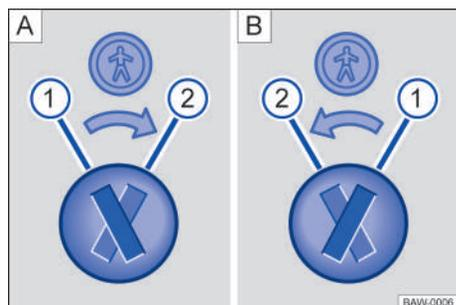

Fig. 43 Cierre de seguridad para niños: [A] puerta trasera izquierda, [B] puerta trasera derecha.
Leyenda para → fig. 43:
- Introducir la varilla de la llave en la ranura del seguro para niños para activarlo o desactivarlo → fig. 43.